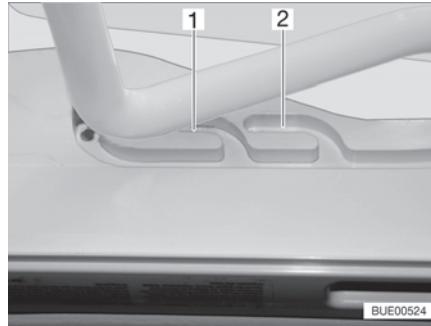
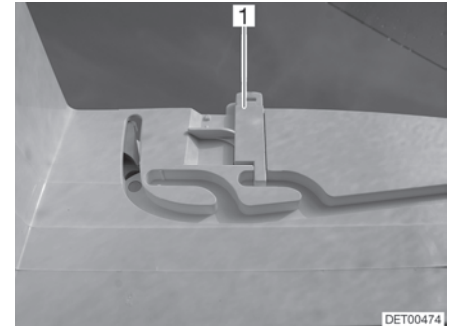

Fig. 21 Guida (posizione di ricircolo d'aria)
Fig. 22 Bloccaggio (posizione di ricircolo d'aria)
È possibile portare l'oblò Heki in due posizioni di ricircolo d'aria: Posizione brutto tempo (Fig. 21,1) e posizione centrale (Fig. 21,2). A seconda del modello, l'oblò può essere bloccato sulla posizione centrale del suo telaio con i due chiavistelli (Fig. 22,1) di sinistra e destra.
- Premere la staffa leggermente verso l'alto, spingerla nella guida selezionata (Fig. 21,1 o 2) ed eventualmente bloccarla.